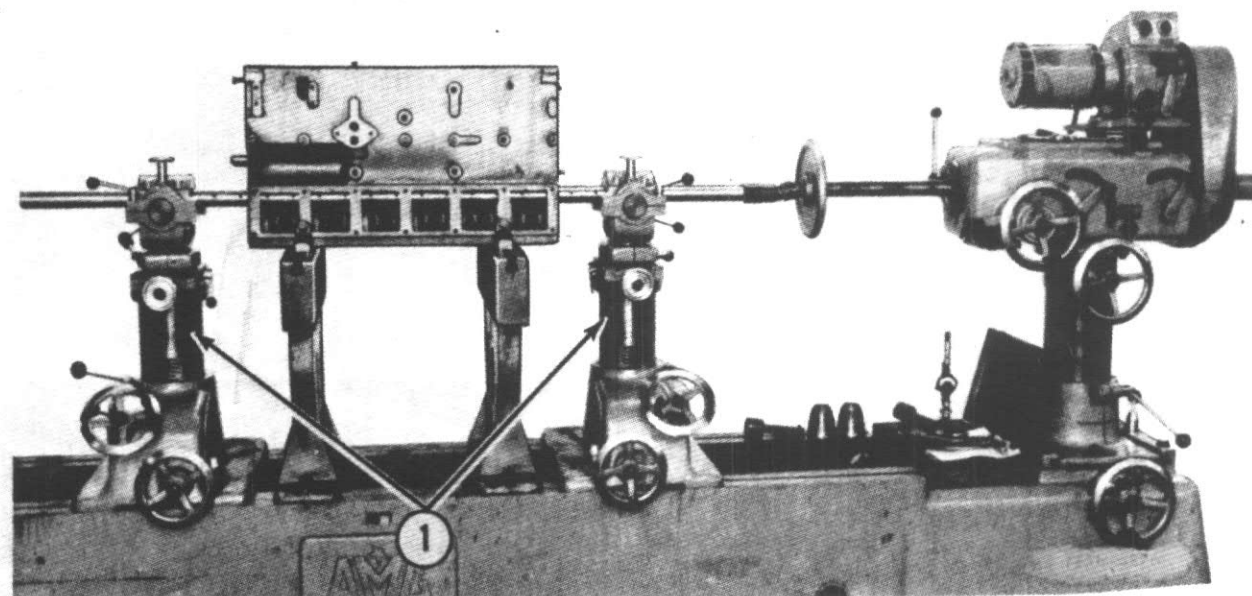

Figure 19
- b. Si le rayon n'est pas conforme aux caractéristiques, il faut déplacer la barre d'alésage en conséquence pour que les caractéristiques soient respectées sur les deux têtes (1), fig. 19.